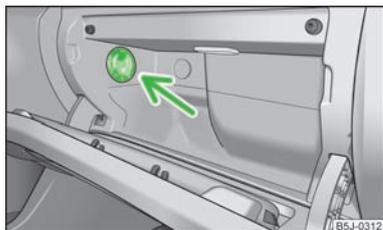

Fig. 60
- Con l'interruttore si apre o si chiude » fig. 60 il flusso d'aria.